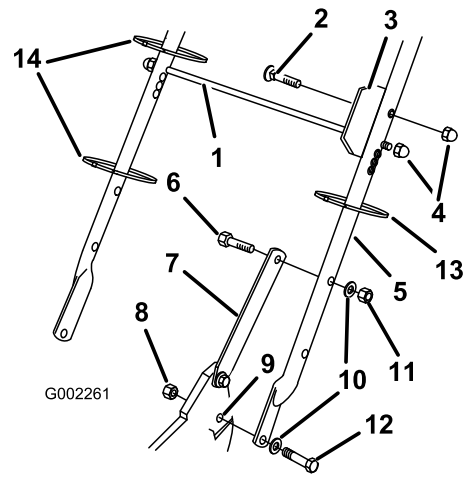

Figura 3
1. Fije el manillar al exterior de la carcasa del cortacésped (usando el taladro inferior) con 2 pernos (5/16 x 1-1/4 pulg.), arandelas y contratuercas finas (5/16 pulg.) (Figura 3).
2. Fije los cierres del manillar al manillar con dos pernos (5/16 x 1-1/2 pulg.), arandelas, y contratuercas (5/16 pulg.) (Figura 3).
3. Introduzca el perno a través de la chapa de alineación de la bolsa y el segundo taladro desde arriba del lado izquierdo del manillar, y fíjelo con una contratuerca de caperuza (Figura 3).
4. Deslice la varilla de soporte de la bolsa por el tercer (desde arriba) taladro de montaje de cada lado del manillar y fije cada extremo con una contratuerca de caperuza (Figura 3).
5. Utilice sujetacables para fijar los cables de control al manillar (Figura 3).